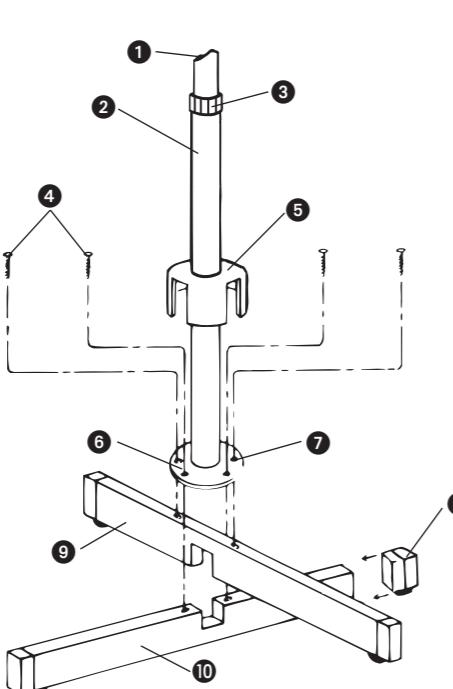

FIG. 1
1. Push the base end caps onto both ends of bar A and bar B. Cross the 2 bars as shown in Fig. 1 and align the four holes with those on the flange. Secure the flange to the bars with the four screws. Slide the base cap down over the assembly.
2. Loosen and remove the four screws from bar A and bar B. Cross the 2 bars as shown in Fig. 1 and align the four holes with those on the flange. Secure the flange to the bars with the four screws. Slide the base cap down over the assembly.
2. Afloje y retire los cuatro tornillos de las barras A y B. Cruce las 2 barras como se muestra en Fig. 1 y alinee los cuatro agujeros con aquéllos en el reborde. Asegure el reborde a las barras con los cuatro tornillos. Deslice hacia abajo la tapa de la base sobre lo ensamblado.